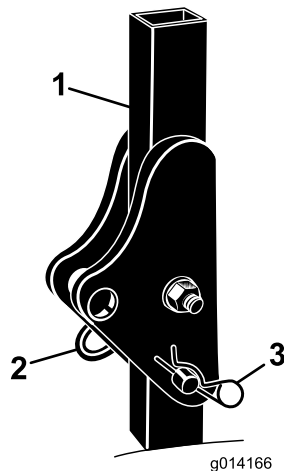

Bild 3
1. Nehmen Sie die Splints und die beiden Stifte vom Überrollbügel ab (Bild 3).
2. Richten Sie den Überrollbügel ganz auf und setzen Sie die beiden Stifte ein. Befestigen Sie die Stifte mit den Splints (Bild 3).